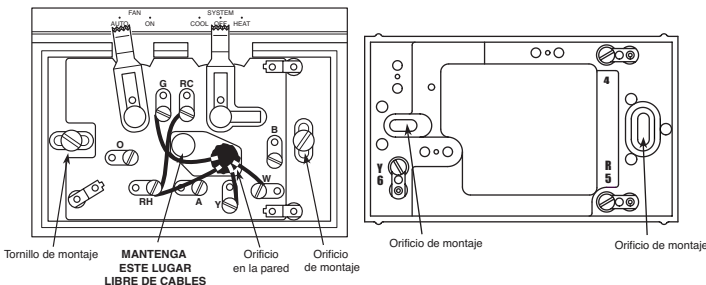

Figura 1. Subbase y placa de pared del termostato
- Monte la subbase de conmutación: Utilice los tornillos suministrados para montar la subbase o la placa de pared en la pared (vea la figura 1).
- Fije la base del termostato a la pared: Empuje con cuidado el cable que sobresale hacia el interior de la pared y tape el orificio con un material resistente al fuego (como aislamiento de fibra de vidrio) para evitar que las corrientes de aire afecten el funcionamiento del termostato. Monte la base del termostato a la subbase utilizando los tres tornillos cautivos de la base del termostato (vea la figura 1). Ajuste bien los tornillos. Continúe con el paso N°5.